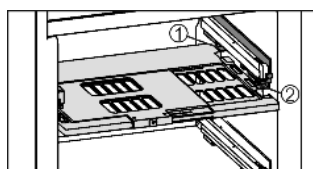

Fig. 17
► Установка пластины регулировки влажности: поперечные ребра крышки на пластине вставить через низ в задний держатель Fig. 17 (1) и защелкнуть спереди на держателе Fig. 17 (2).